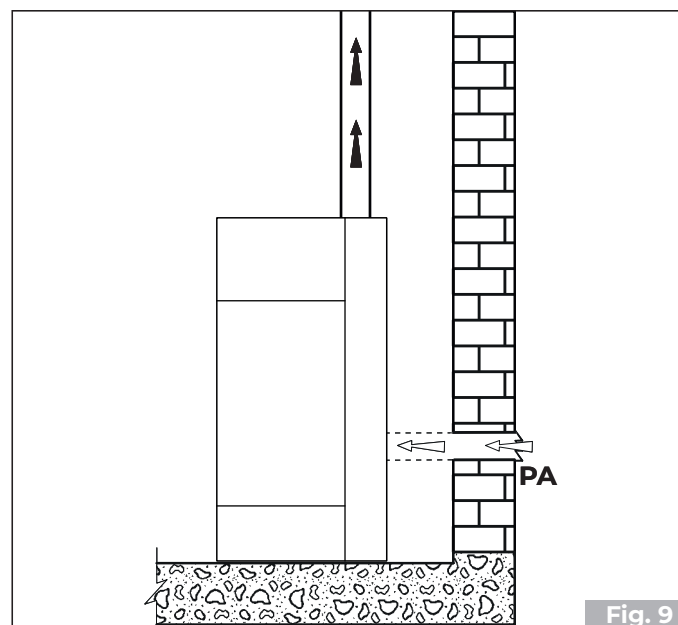

Fig. 9
- desde el ambiente de instalación o de los locales contiguos apropiados (**Fig. 9**)
Realizar la toma de aire en la pared (**Fig. 9 - PA = Toma de Aire**), y dejar que el aparato esté libre de extraer aire en el ambiente teniendo cuidado de conectar en el tubo de entrada del aire el tramo de tubo corrugado, en caso de que sea suministrado, fijándolo con la abrazadera y plegándolo ligeramente hacia abajo con el fin de prevenir posibles efectos de resonancia.